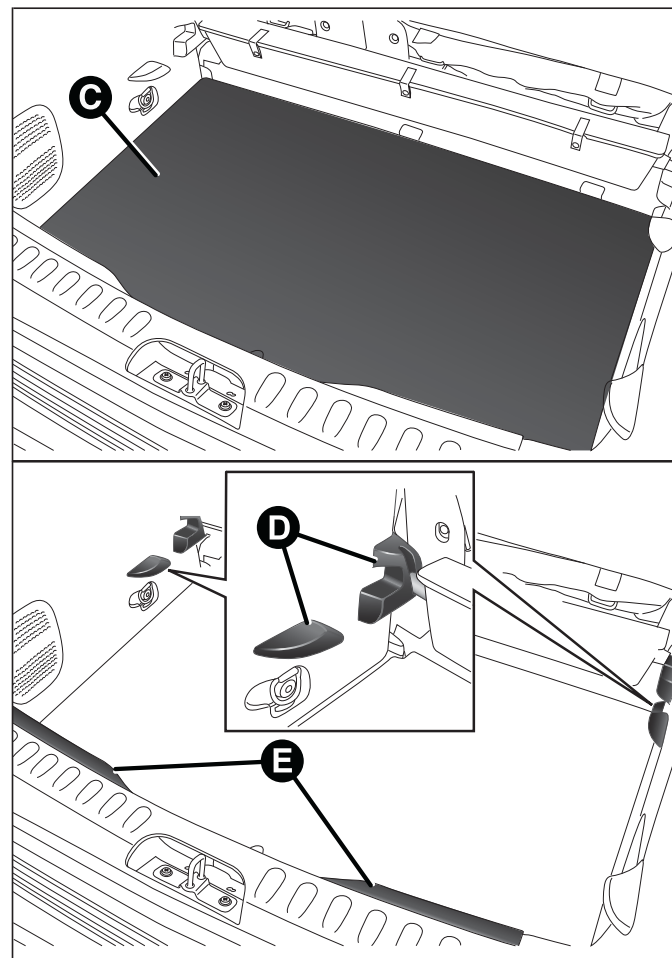

fig. 94
- ☐ introducir los objetos deseados en el compartimento C fig. 94;
- ☐ a continuación, volver a colocar correctamente la plataforma B en los correspondientes alojamientos D fig. 94 presentes en los laterales y en el travesaño trasero E.